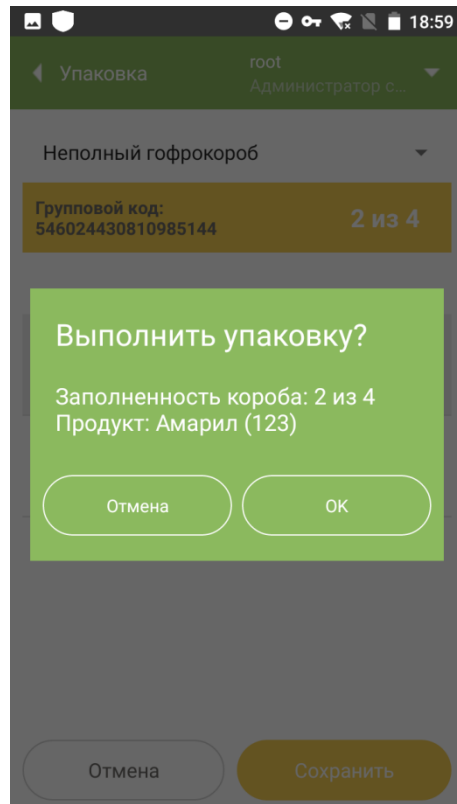
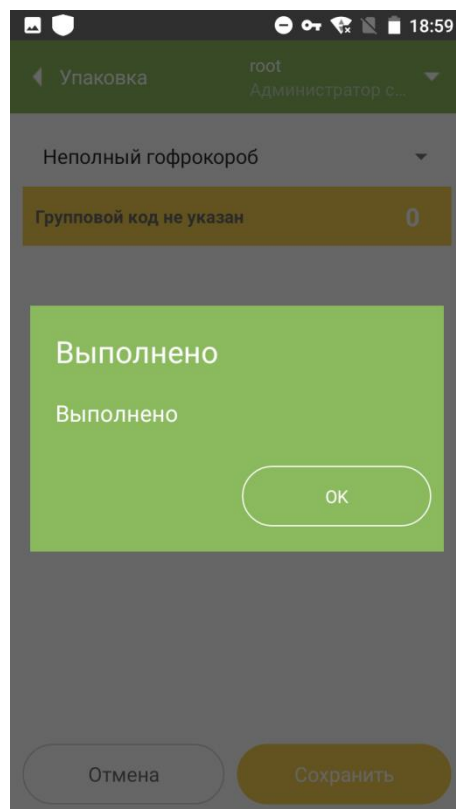

Рисунок 2.16
Рисунок 2.17
- 2.2.6. Завершить упаковку короба нажав кнопку «Сохранить». Появится системное сообщение «Выполнить упаковку?» (Рисунок 2.16). Нажать «ОК» для подтверждения действия. Появится подтверждение выполнения упаковки короба (Рисунок 2.17).